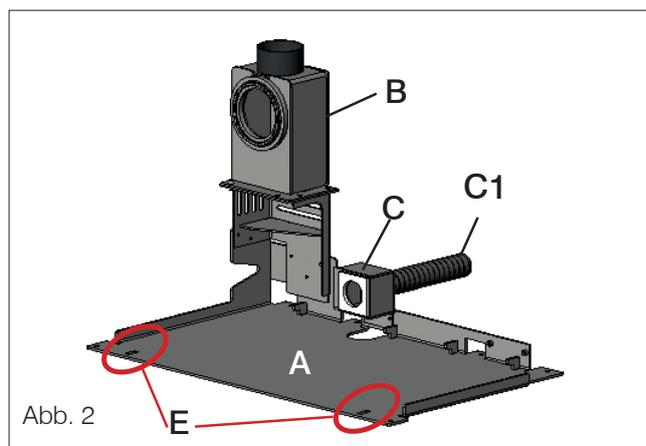
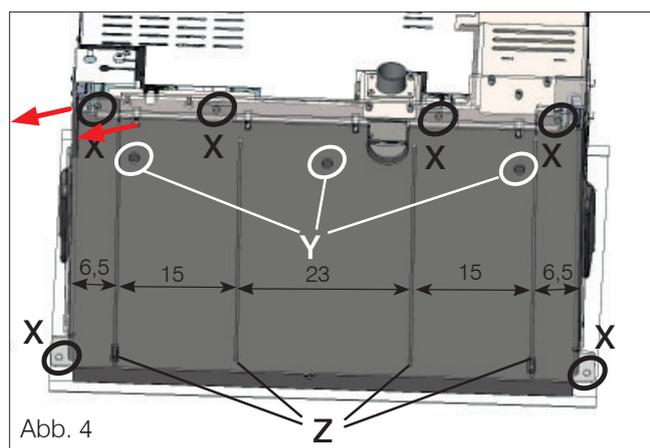

Abb. 2
Abb. 4
- Nachdem die korrekte Position des Einsatzes überprüft wurde, ihn von der Basisplatte (A) mit Hilfe der beiden Griffe an den Seiten des Einsatzes (D) anheben.
- Die Basisplatte (A - Abb. 2) mit Schrauben an der Basis über die Löcher, die am Umfang der Platte (X - Abb. 4) positioniert sind, befestigen.
Alternativ die vorhandenen Löcher innerhalb derselben Grundplatte (Y - Abb. 4) mit Senkkopfschrauben (der Schraubenkopf darf nicht mehr als 2 mm aus der Grundplatte herausragen) verwenden.
Weitere Löcher können vom Kunden ausgeführt werden, wobei darauf zu achten ist, dass sie nicht auf Höhe der Führungen (Z - Abb. 4) liegen.
- Den Einsatz (Abb. 4) positionieren, indem er bis zum Anschlag auf der Basisplatte (A - Abb. 2) geschoben wird (der Einsatz muss in die beiden Schlitze (E - Abb. 2) auf der Vorderseite der Basisplatte (A - Abb. 2) einrasten. Es ist darauf zu achten, dass das Netzkabel nicht zwischen den beiden Platten eingeklemmt wird.